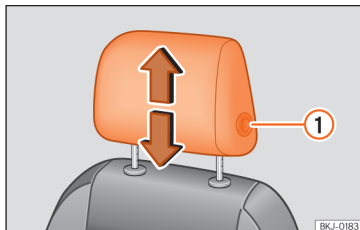
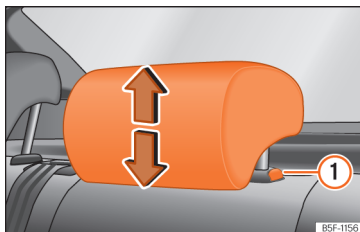

Abb. 65 Vordersitz: Kopfstützeinstellung.
Abb. 66 Kopfstütze hinten: Kopfstützeinstellung.
Sie zum Absenken auf gleiche Weise vor und drücken Sie die seitliche Taste ① » » (Abb. 65), » » (Abb. 66).